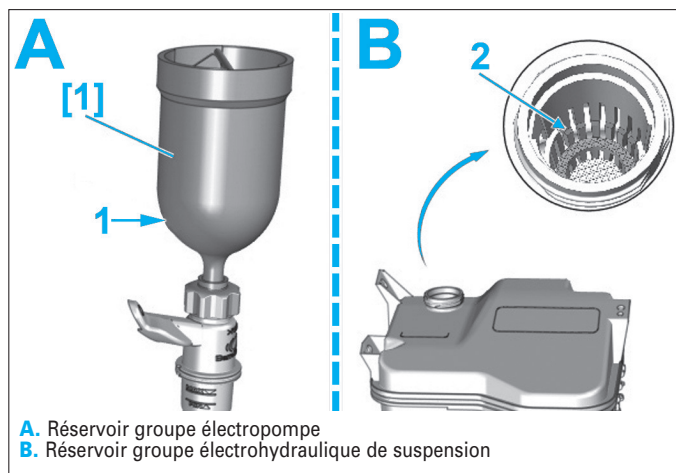

Fig. 25
- [1]. Cylindre de charge pour le système électropompe et suspension classique (réf.4520-T) (Fig.25).
- Positionner l'outil [1] (Fig.25).
- Remplir le réservoir du groupe électropompe d'assistance de direction jusqu'au niveau (1) de l'outil [1].
- Remplir le réservoir d'assistance de direction jusqu'au repère maximum (2) (Fig.25).